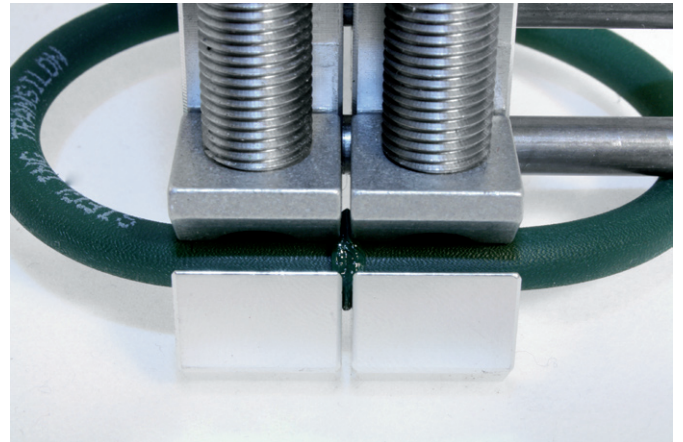

Abb. 7
- 7 Geschweißte Verbindung ca. 3 Minuten abkühlen lassen (Abb. 7) (ab 8 mm  $\varnothing$  mit kaltem Wasser unterstützen).